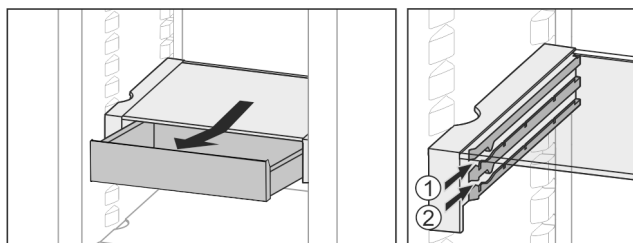

Fig. 25
- На любой высоте Fig. 25 (1) или Fig. 25 (2) вставить.